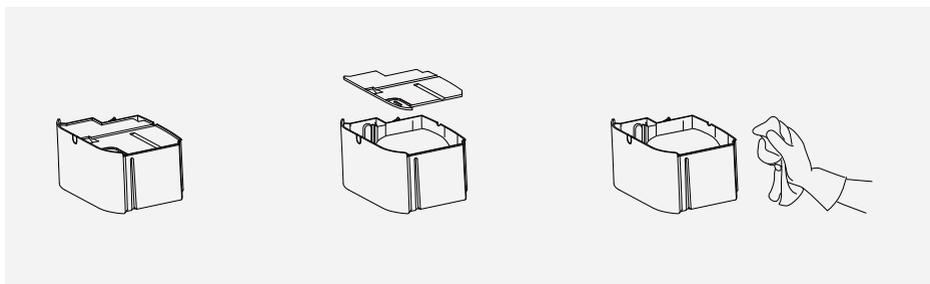

rys. 7
3. Zdemontuj z urządzenia kratkę wlotu powietrza (6) oraz wkład filtra węglowego (13) (rys.7).